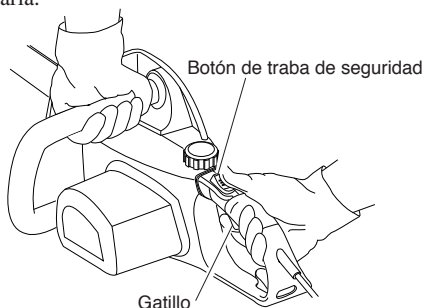

Figura 6 - Posición del gatillo y de la traba de seguridad
3. Utilice ambas manos para sujetar la sierra. Utilice siempre la mano izquierda para asir el mango anterior y la derecha para tomar la posterior. Sujétela con firmeza: los mangos de la sierra deben quedar bien tomados por sus dedos (vea la Figura 6).
5. Cuando esté dispuesto a realizar un corte, presione la traba de seguridad completamente hacia adelante con el pulgar derecho y apriete el gatillo (vea la Figura 6); la sierra se encenderá. Al soltar el gatillo, se apagará. Cerciórese de que la cadena está girando a su máxima velocidad antes de comenzar a cortar.